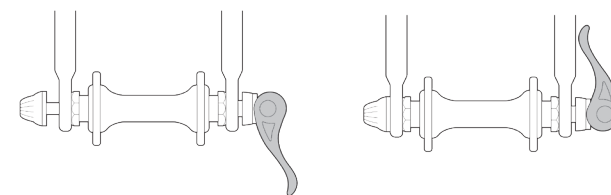
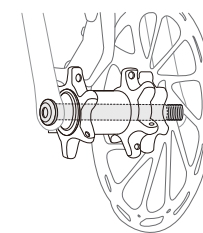

Figura 5
Figura 8
Esistono diversi metodi per fissare le ruote al telaio, il modo tradizionale ancora applicato alle bici con freno a pattino (vedi Figura 5), il dispositivo di bloccaggio a sgancio rapido (QR). Può essere trovato sulle bici lifestyle da pendolare (vedi Figura 6), sull'asse e sul dado dell'asse (vedi Figura 7). Il modo moderno sulla maggior parte delle bici con freno a disco (vedi Figura 8), perno passante.